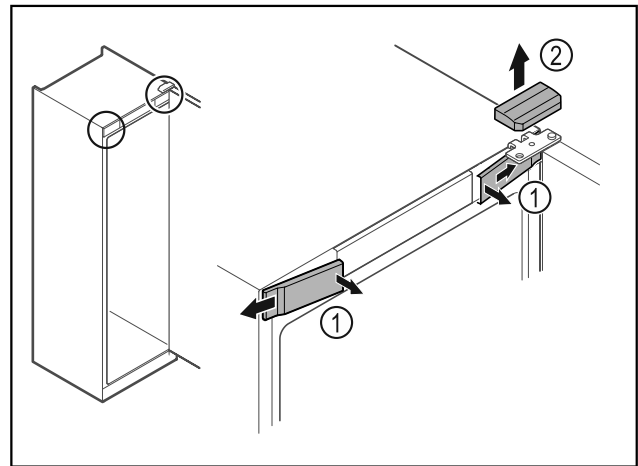

Fig. 6
- ▶ Vordere Abdeckungen Fig. 6 (1) innen ausrasten und zur Seite abnehmen.
- ▶ Obere Abdeckung Fig. 6 (2) nach oben abnehmen.